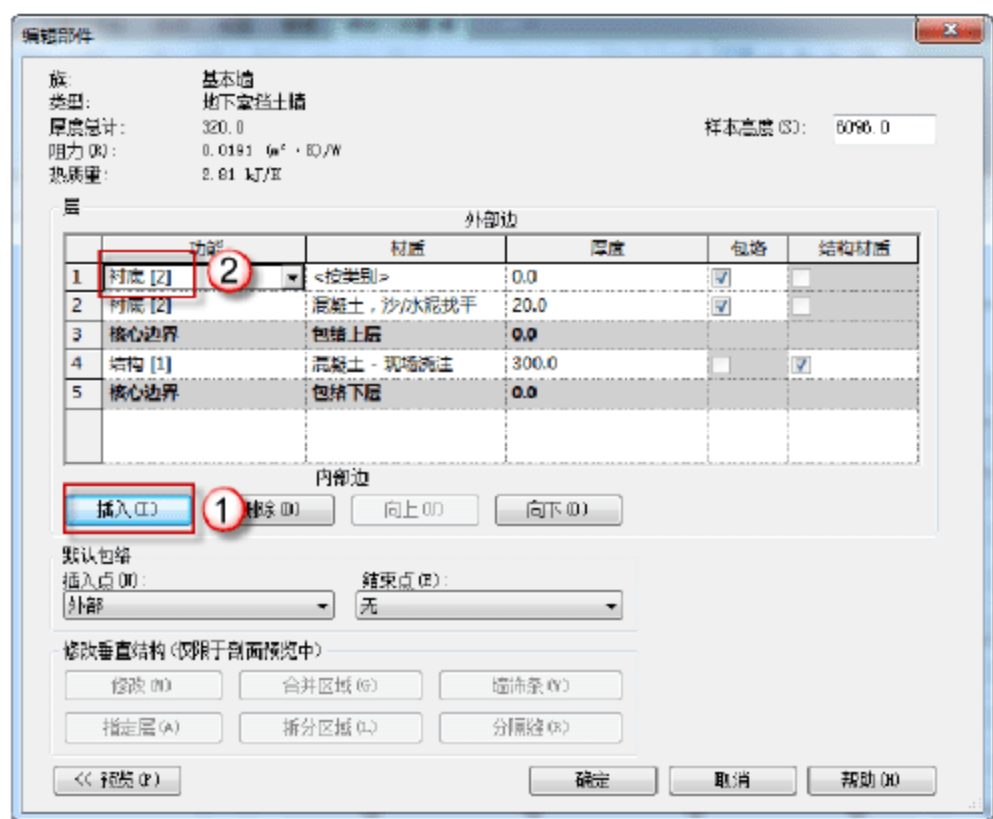

图 9.1.18 添加“衬底[2]”功能
(5) 添加“衬底[2]”功能。在“编辑部件”对话框中单击“插入”按钮，在“功能”参数下将“结构[1]”改为“衬底[2]”，如图 9.1.18 所示。